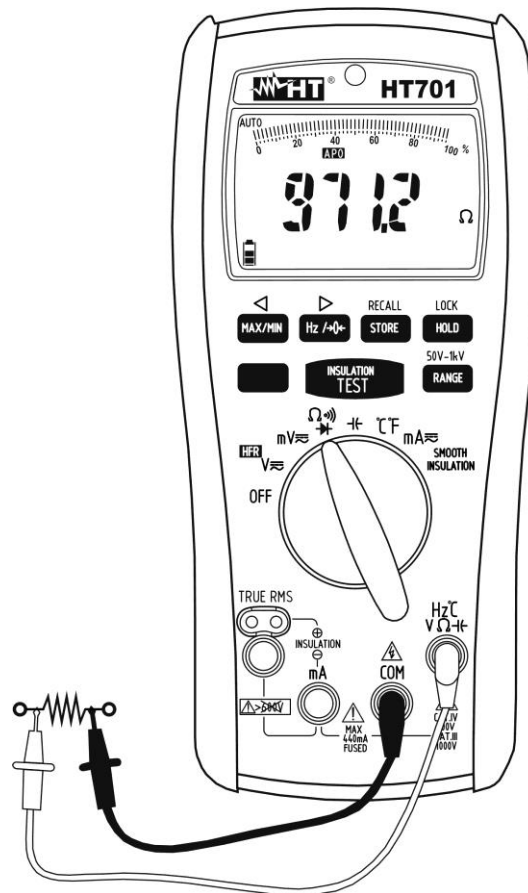

Fig. 6: Uso del instrumento para medida de Resistencia y Test de Continuidad
3. Inserte el cable rojo en el terminal de entrada **H ζ $^{\circ}$ CV Ω H ζ** y el cable negro en el terminal de entrada **COM** (vea Fig. 6)